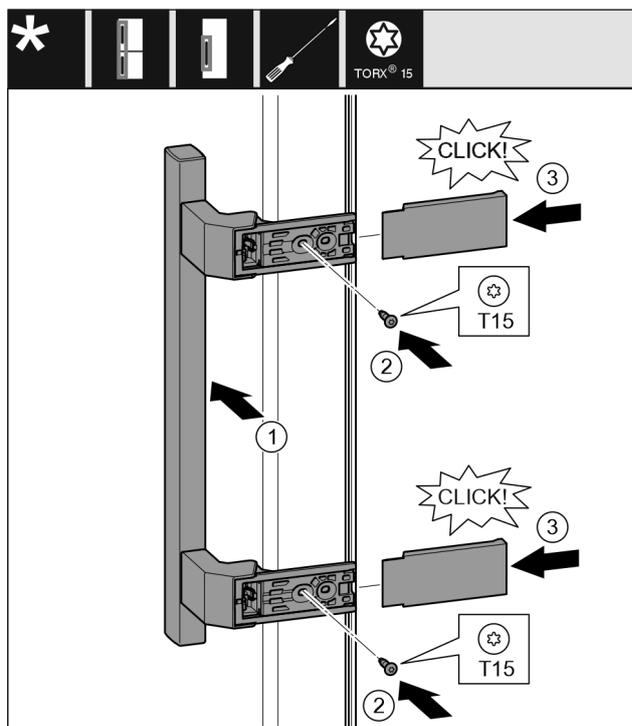

Fig. 20
- ▶ Applicare la maniglia sul lato opposto. Fig. 20 (1)
- ▶ Avvitare le viti con un cacciavite T15. Fig. 20 (2)
- ▶ Applicare le coperture lateralmente e spingerle in sede. Fig. 20 (3)